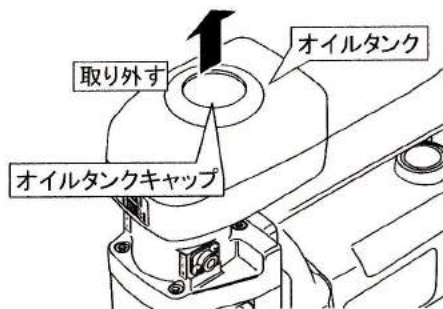

図6
- (1)オイルタンクキャップを取り外します。
- (2)付属の水溶性切削液を5～10倍にうすめ、オイルタンクに入れ、オイルタンクキャップを取り付けます。(図6)